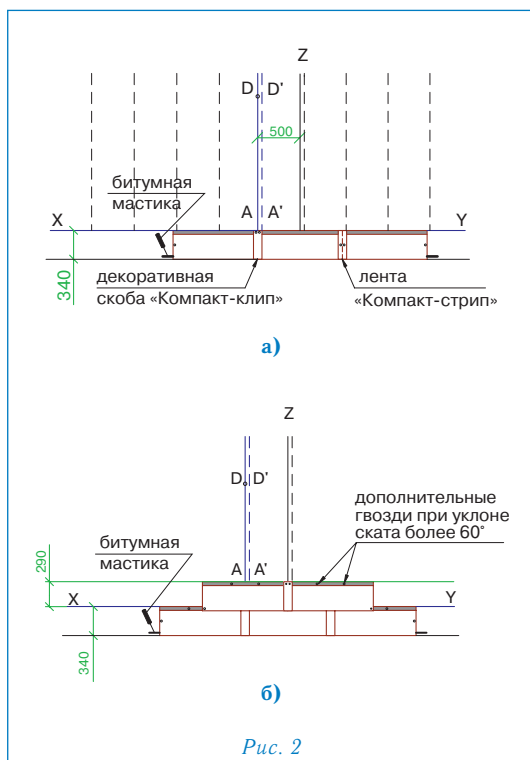

Рис. 2
Укладка материала (рис. 2)
- укладка черепицы начинается от линии AD, при этом ее верхний край выравнивается по линии XY (рис. 2а);
- листы первого ряда укладываются встык и фиксируются двумя гвоздями по центру коротких сторон на расстоянии 2 см от края (рис. 2а);
- правая сторона скобы «Компакт-клип» выравнивается по линии A'D' и фиксируется двумя гвоздями через специальные отверстия (рис. 2а);
- листы второго ряда черепицы укладываются от линии Z, их нижний край выравнивается по линии, параллельной XY; каждый лист фиксируется двумя гвоздями в 2,5 см от нижней стороны; стыки закрываются декоративными скобами «Компакт-клип», которые также фиксируются двумя гвоздями (рис. 2б);
Каждый лист ПРЕСТИЖ КОМПАКТ АЛЮ закрепляется четырьмя гвоздями, в соответствии с рекомендациями, приведенными выше (рис. 2б).
При укладке материала на скатах с уклоном более 60° каждый лист дополнительно фиксируется 2 гвоздями в верхней части (рис. 2б).